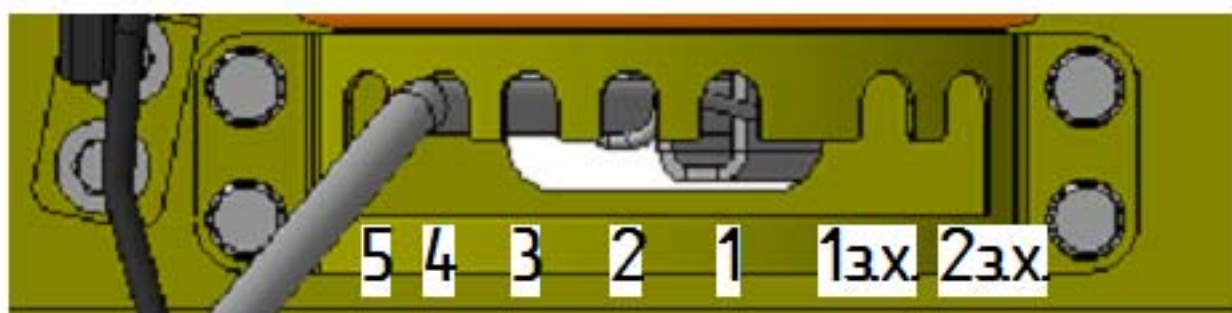

РИС. 8 СХЕМА РАСПОЛОЖЕНИЯ СКОРОСТЕЙ.
- 9.8. Снизьте скорость при работе в условиях высокого снежного покрова, обледенения или тяжелого мокрого снега. Изменяйте скорость движения посредством рычага переключения передач, не снижая при этом обороты двигателя, (Рис.8).